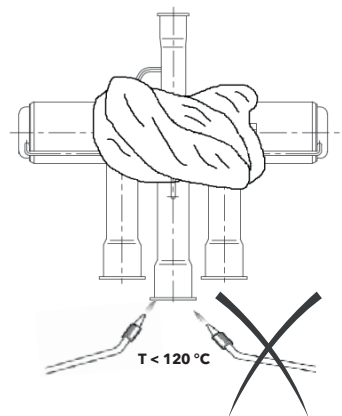

Fig. 2
- Before soldering the valve connections, remove the coil from the valve body. Solder the four valve connections using a special alloy (Sil-Fos 15). Use a wet rag on the valve during the soldering process. Make sure the valve body temperature remains under 120 °C (248 °F) during soldering (see Fig. 2).
- Antes de soldar las conexiones de la válvula retire la bobina del cuerpo de la válvula. Suelde las cuatro conexiones de la válvula usando una aleación específica (SilFos 15). Use un trapo mojado en la válvula durante el proceso de soldadura. No recaliente el cuerpo válvula más allá de los 120 °C (248 °F) durante la soldadura (ver Fig. 2).
- Avant de braser les connexions de la vanne, sortir la bobine du corps de la vanne. Braser les quatre connexions de la vanne en utilisant un alliage spécifique (Sil-Fos 15) Poser un chiffon mouillé sur la vanne durant le brasage. Ne pas surchauffer le corps de la vanne durant le soudage (température maxi 120 °C (248 °F)) (voir Fig. 2).
- Prima di brasare le connessioni della valvola rimuovere la bobina dal corpo valvola. Brasare le quattro connessioni della valvola usando una lega specifica (SilFos 15). Usare uno straccio bagnato sulla valvola durante il processo di brasatura. Non surriscaldare il corpo valvola oltre i 120 °C (248 °F) durante la saldatura (vedi Fig. 2).
- Die Spule vor dem Löten der Ventilanschlüsse aus dem Ventilgehäuse nehmen. Die vier Ventilanschlüsse mit einer spezifischen Legierung (SilFos 15) löten. Beim Löten ein feuchtes Tuch auf das Ventil legen. Das Ventilgehäuse beim Löten nicht über 120 °C (248 °F) erhitzen (siehe Abb. 2).